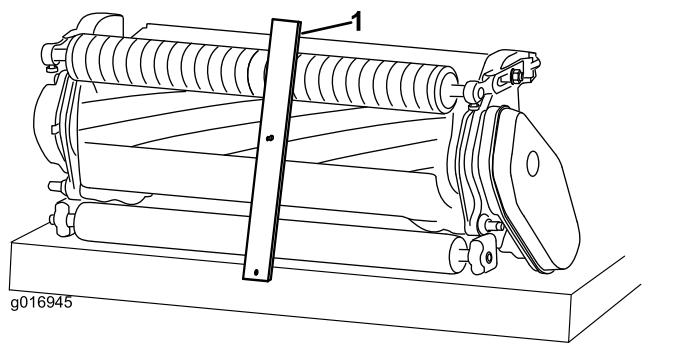

Figura 10
2. Enganche la cabeza del tornillo de la barra de altura de corte sobre el lado derecho del filo de la contracuchilla y apoye el extremo trasero de la barra sobre el rodillo trasero (Figura 10).